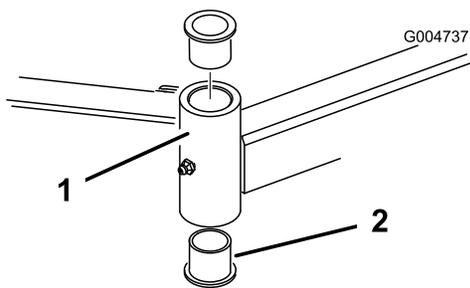

Рисунок 74
5. Вставьте выколотку сверху или снизу монтажной трубы и выбейте втулку из трубы (Рисунок 74).